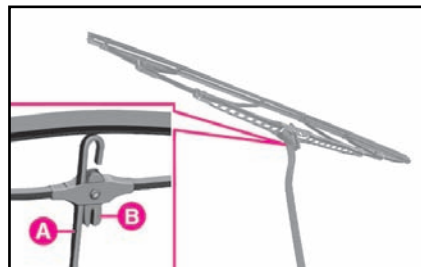

fig. 9
1) Ecarter le bras **A**-fig. 9 de l'essuie-glace et placer le balai-racleur de façon à former un angle de 90° par rapport au bras.